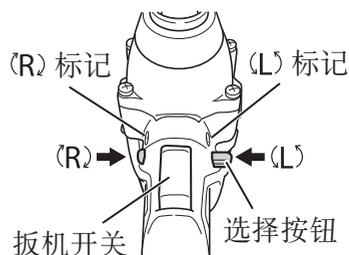

图 6
按选择按钮的 R (右) 侧，钻头便会顺时针(从后方看时)旋转；按选择按钮的 L (左) 侧则使钻头逆时针旋转。(请参照图 6)。(机身上标有 (L) 和 (R) 标记。)